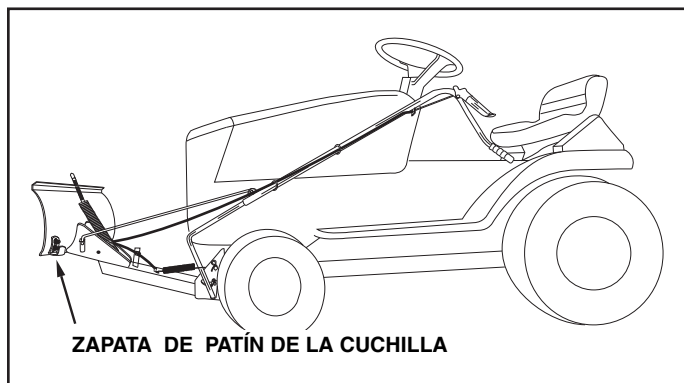

FIGURA 24
- Las zapatas de patín se encuentran en los extremos de la cuchilla y pueden levantarse para trabajar más cerca del piso en superficies lisas, o bajarse para levantar la cuchilla y trabajar en áreas ásperas o disparejas. Verifique que ambas zapatas se han fijado en forma igual y que las tuercas se han apretado en forma segura. Vea la Figura 24.